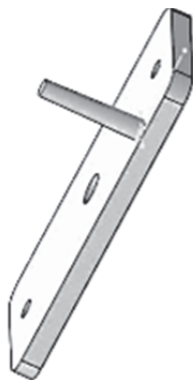

Рисунок 9.5
4. Выделите в дереве конструирования построенный эскиз, выберите команду «Вытянутая бобышка» и на панели свойств установите расстояние **15,0 мм** и угол наклона **1**. В результате мы получим иглу в виде усечённого конуса (рис. 9.5).